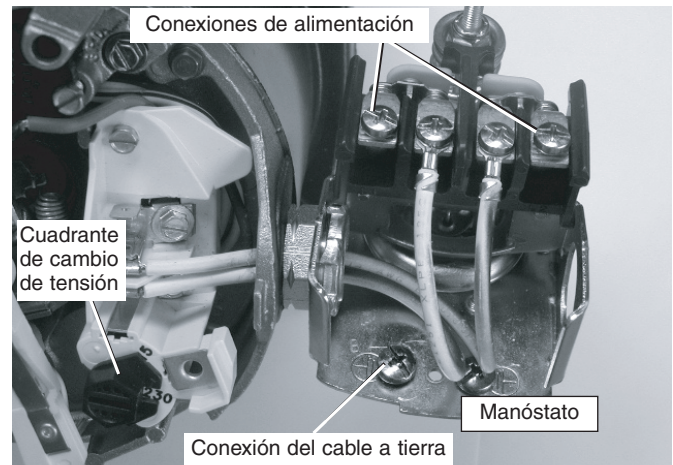

Figura 11: Tensión configurada para 230 voltios, tipo cuadrante.
3. Conecte los conductores de alimentación a los dos tornillos exteriores en el manóstató según se ilustra en el Figura 11.
4. Conecte el cable a tierra a una de las conexiones a tierra según se ilustra en la Figura 11.